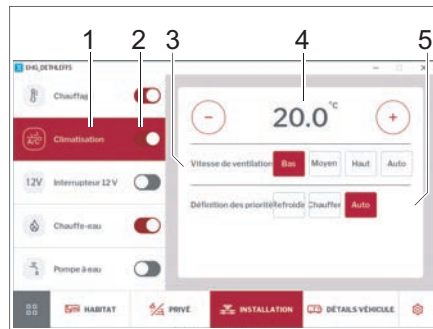

Fig. 262 Climatisation
- Activer ou désactiver la climatisation à l'aide de l'interrupteur coulissant (Fig. 262,2).
- Appuyer sur la touche *Climatisation* (Fig. 262,1).
- Utiliser les touches Plus et Moins pour régler la température souhaitée de l'habitacle (Fig. 262,4).
- Définir l'ordre des priorités souhaité (Refroidissement/Chauffage/Auto) (Fig. 262,5).
- Sélectionner la vitesse de ventilateur (Fig. 262,3).